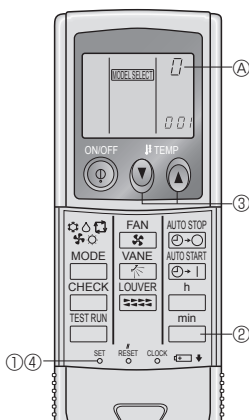

Fig. 6-4
4) Programmation des numéros de paires de la télécommande sans fil infrarouge. (Fig. 6-4)